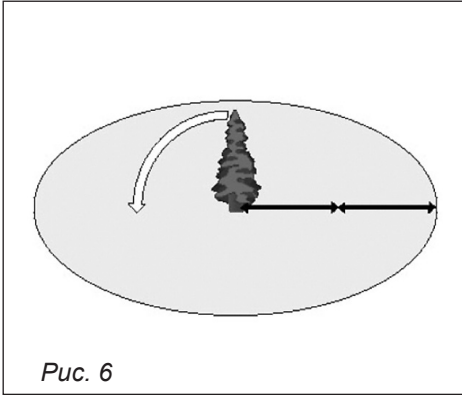

Рис. 6
6. Переведите рукоятку воздушной заслонки в положение «Б» — «Рабочее положение», надавив на нее до упора (рис. 6).
Опасная зона: падающие деревья могут сбить и потянуть за собой соседние деревья. Зона опасности составляет двойную высоту дерева, подлежащего пиленю (рис. 6).